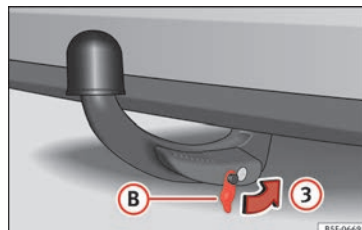

Bild 226 Placera skyddet över låset.
- Placera skyddet **(B)** i låset i pilens riktning **(3)** » bild 226 » **1**.